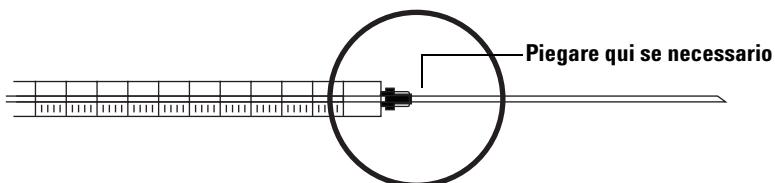

Figura 44 Ispezione della siringa
- 1 Far rotolare la siringa sul bordo di una superficie piana pulita. Se la punta dell'ago si muove in circolo, raddrizzare l'asta piegandola leggermente in prossimità del punto di connessione con il cilindro della siringa quindi eseguire di nuovo il controllo (Figura 44).